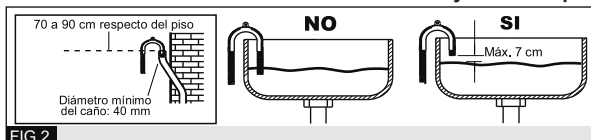

FIG.2
2. Cuelgue la manguera de desagote de forma permanente a una pileta o a un caño de desagüe utilizando el cuello de ganso. El caño de desagüe debe ser de mayor diámetro que la manguera (Mín. 40 mm). Para evitar el efecto sifón la **pileta o el caño deben estar a una altura entre 70 y 90 cm respecto al piso** (Fig. 2).